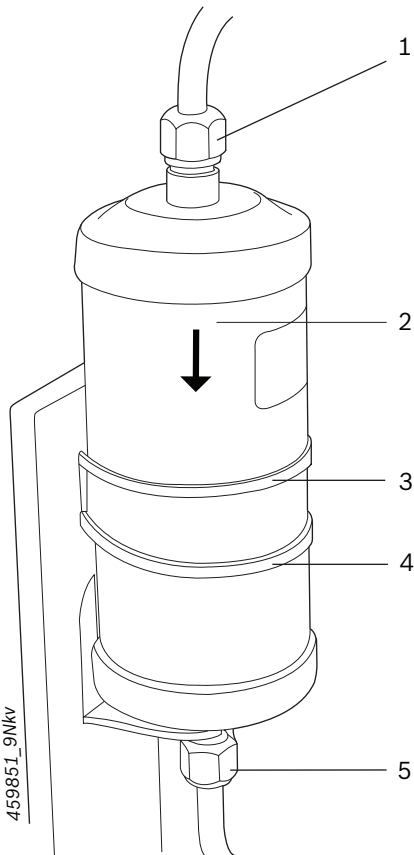

Fig. 19: Filtertorkare
16. Öppna fastsättningarna (Fig. 19, Pos. 3 och 4).
17. Håll försiktigt filtertorkaren och lösgör de två muttrarna (Fig. 19, Pos. 1 och 5).